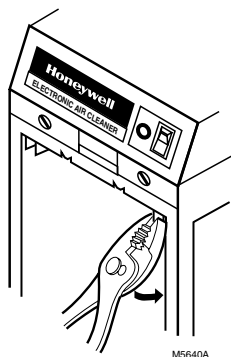

Fig. 6. Sertir l'extrémité du guide de préfiltre non utilisé.
- ❑ Fixer l'autre côté du boîtier sur le raccord coudé à l'aide de rivets, de vis pour tôle, ou de joints coulissants, au besoin. Voir Fig. 6.
- ❑ Sertir l'extrémité du guide de préfiltre en aval (la plus près de l'appareil de chauffage) pour éviter d'installer le préfiltre de façon incorrecte après le nettoyage. Voir Fig. 6.